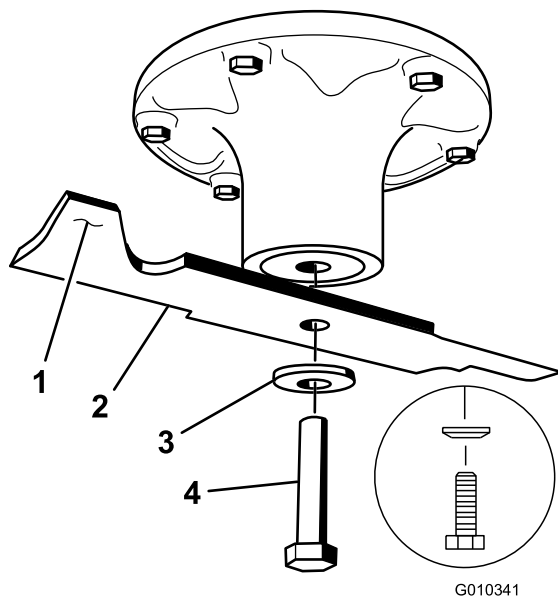

Figure 55
Tenez la lame par son extrémité avec un chiffon ou un gant épais. Enlevez de l'axe, le boulon (en le tournant dans le sens antihoraire), la rondelle bombée et la lame (Figure 55).
Remarque: Si la lame reste horizontale, elle est équilibrée et peut être utilisée. Si la lame est déséquilibrée, limez un peu l'extrémité de la partie relevée seulement (Figure 55). Répétez cette procédure jusqu'à ce que la lame soit équilibrée.
1. Placez la lame sur l'axe (Figure 55).
Remarque: Le côté bombé de la rondelle élastique doit être dirigé vers la tête du boulon (Figure 55).